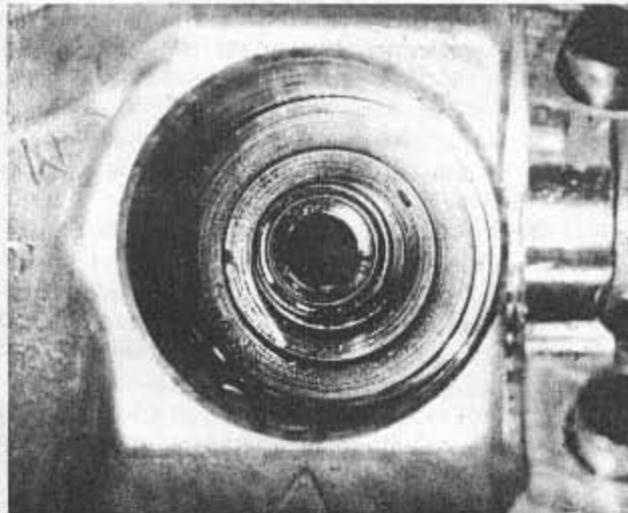
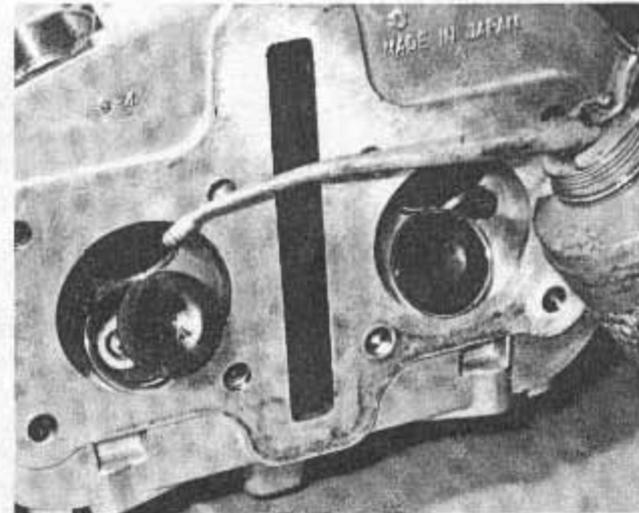
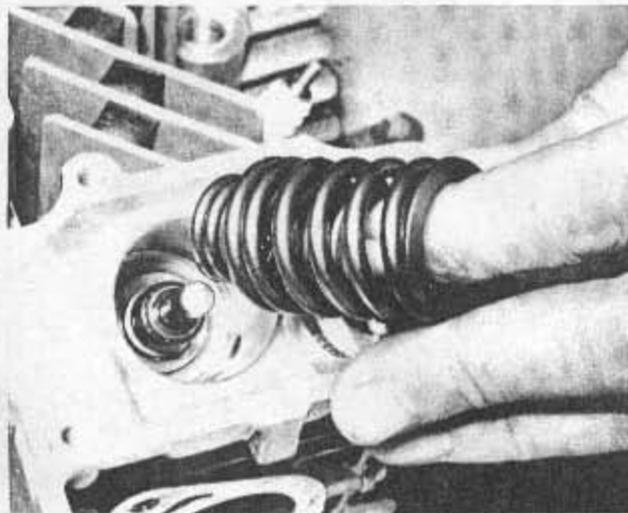
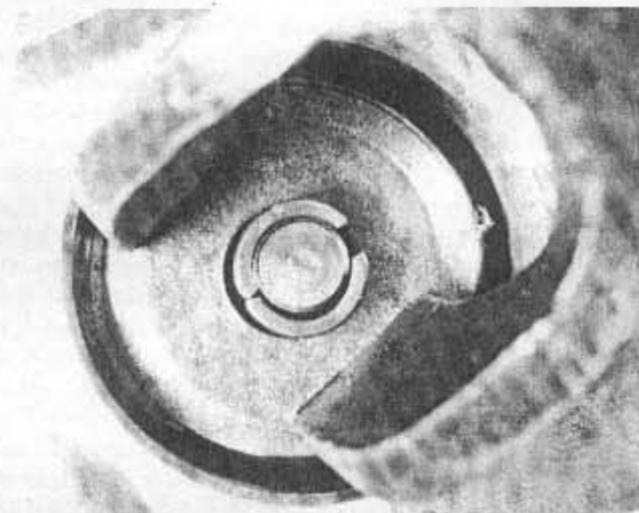

Bild 58
Bild 59
Bild 60
Bild 61
- Die Ventile und Ventilschäfte werden in der umgekehrten Reihenfolge des Ausbaues wieder montiert. Man vergewissere sich, dass alle Ventilschäfte so eingebaut sind, dass die näher beieinander liegenden Federwicklungen nach unten gegen den Zylinderkopf zu liegen kommen (Bild 60). Jede Einlassführung erhält einen neuen Öldichtung (Bild 58) und Ventilschaft wie auch Führung werden gut eingeölt (Bild 59), bevor das Ventil eingebaut wird. Man achte besonders darauf, dass der Dichtring beim Einführen des Ventils nicht beschädigt wird. Nach dem Zusammenbau führe man einen letzten Test durch und versetze jedem Ventilschaftende mit einem Hammer einen trockenen Schlag, um sicherzugehen, dass die Ventilkegelstücke richtig sitzen (Bild 61).